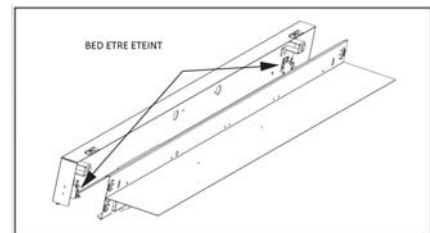

Figure 5
b.) Repérer les fils d'alimentation sortant de l'interrupteur de fermeture à partir du lit. Les interrupteurs sont installés sur la plaque arrière tel qu'illustré dans la figure 5.